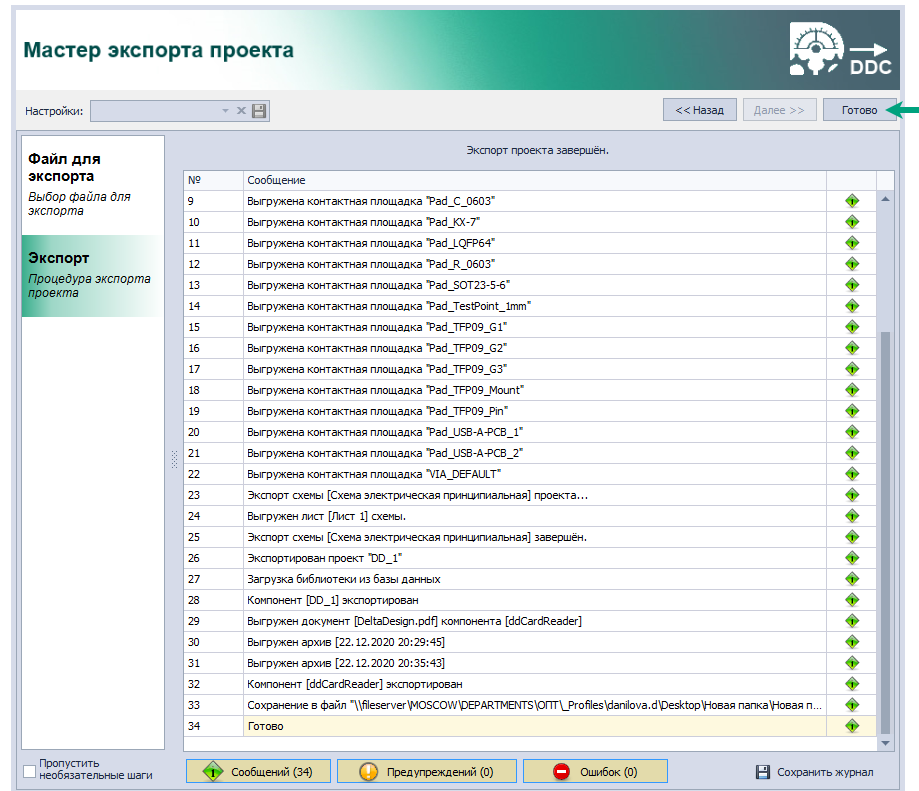

Рис. 59 Завершение процедуры экспорта
8. Дождитесь окончания процедуры экспорта проекта и нажмите «Готово», Рис. 59.